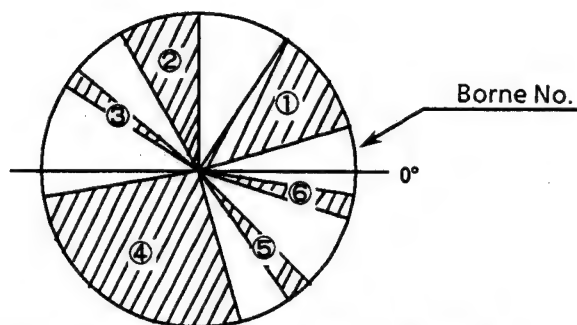

Fig. 3-1 Structure du commutateur de came
- * La structure du commutateur de came est telle qu'indiquée sur la Fig. 3-1. Le circuit est activé lorsque le signal arrive dans les zones hachurées du commutateur. Les six signaux de la structure sont jugés re activés ou désactivés par le contrôleur de système afin de d'ucter les modes du mécanisme.